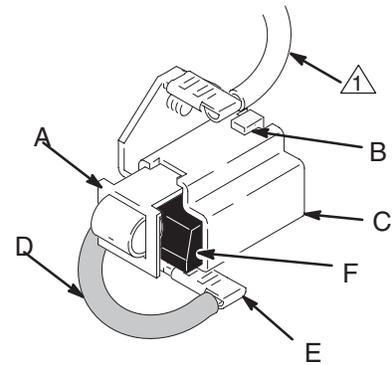

Fig. 6
1. Fig. 6. Monter le balai neuf (F) et son fil sur le porte-balai (C).
3. Fig. 6. Monter le clip ressort (A). Presser pour enfoncer le crochet (B) dans le porte-balais (C).